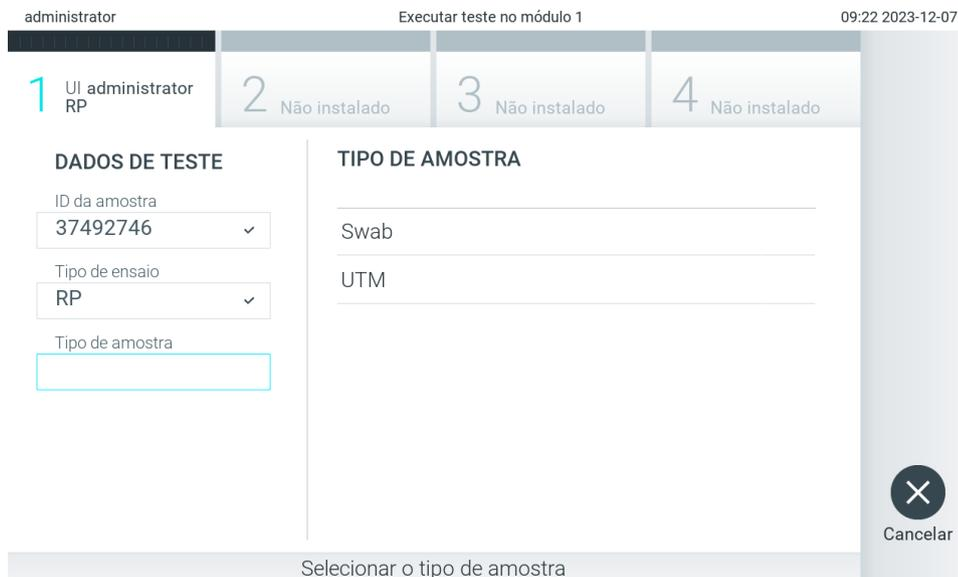

Figura 88. Selecionando o tipo de amostra.
5. O campo Assay Type (Tipo de ensaio) será inserido automaticamente e, se necessário, um Sample Type (Tipo de amostra) apropriado deverá ser selecionado manualmente a partir da lista (Figura 88).
3. Quando solicitado, leia o código de barras de ID da amostra com o leitor de códigos de barras integrado no Módulo operacional (Figura 88).